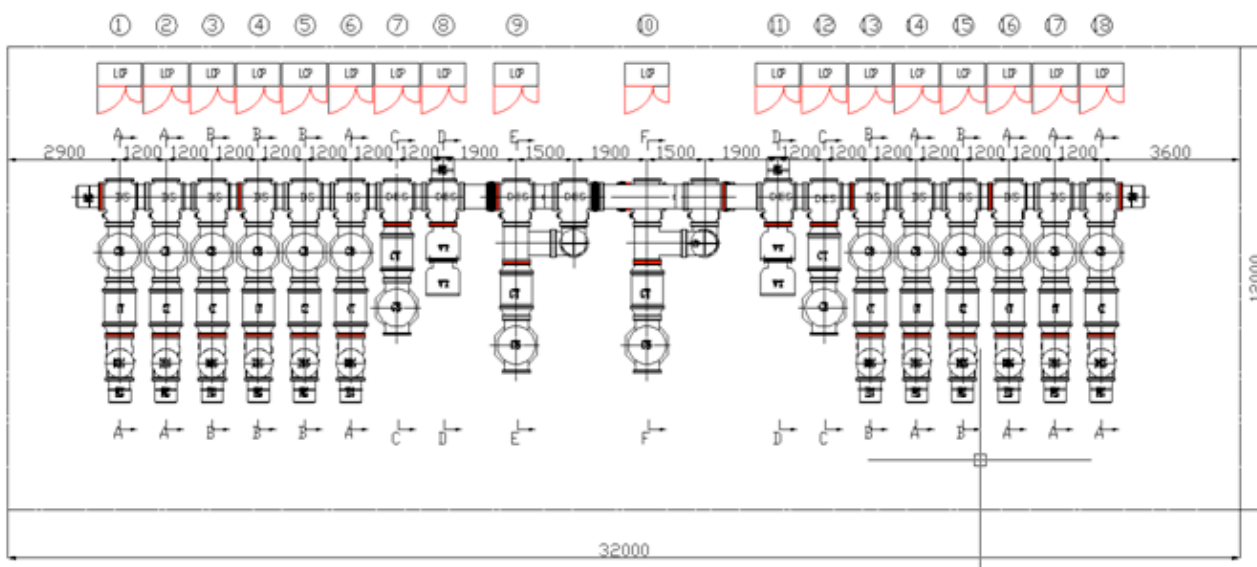

Рисунок 3
3. План-схема КРУЭ с двойной системой сборных шин. Рисунок 3.